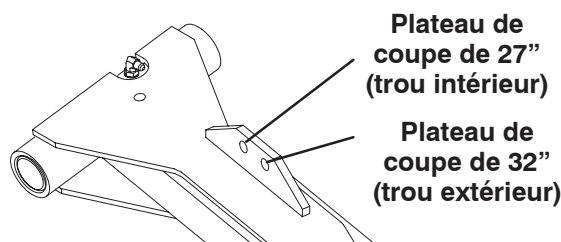

Figure 8
8. Fixez l'autre extrémité de la chaîne au trou de l'ergot de fixation du bras de relevage à l'aide des axes de chape et des goupilles fendues. Utilisez le trou approprié dans le bras de relevage, comme illustré à la Figure 8.